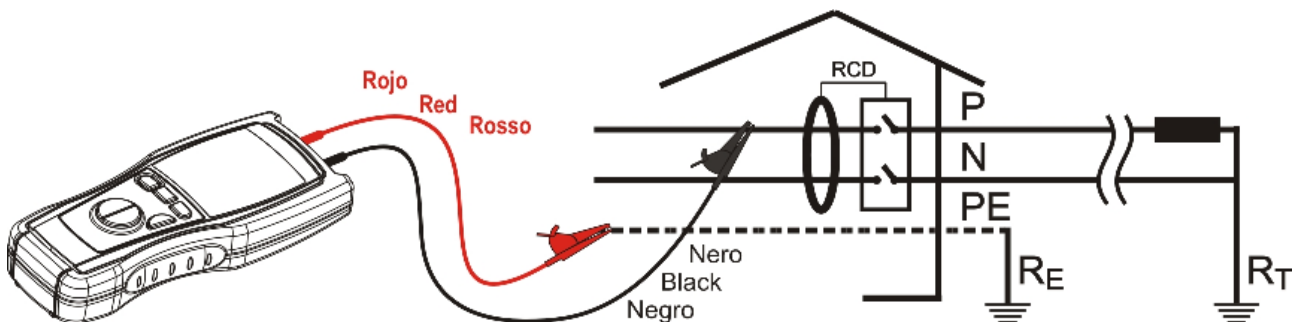

Abb.8 : Verbindung der Anschlüsse des Gerätes beim $M\Omega$ Test
7. Verbinden Sie die Anschlüsse des Gerätes mit dem Ende der Leiter an denen der Isolationstest durchgeführt wird. (siehe Abb. 8)